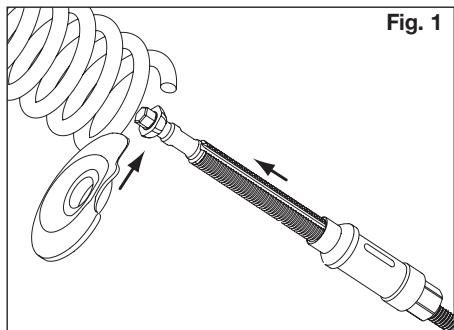

Fig. 1
- Inserire lateralmente ⑤ nella molla la piastra di compressione inferiore **Fig. 1**.